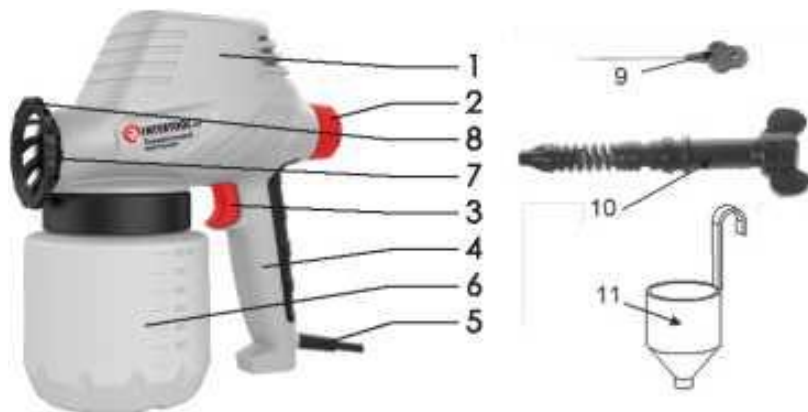

Рис. 1
Для определения густоты краски, в комплект поставки входит специальная воронка (11) (См. Рис.1).
Установите бачок для краски (6) (См. Рис.1) на ровной поверхности.
Пометите над ним воронку (11) (См. Рис.1), как показано на рисунке 2.
- Для включения краскораспылителя нажмите клавишу (3) (См. Рис.1). Для выключения - отпустите клавишу.
- Включите краскораспылитель и поверните регулятор струи (2) (См. Рис.1) против часовой стрелки, до тех пор, пока не будет оптимальной формы пятна распыления.